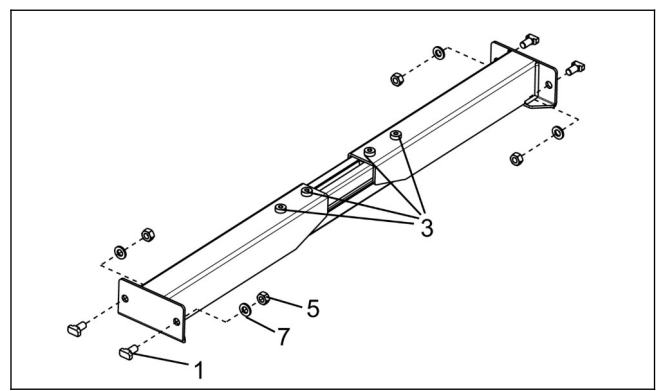

图 22
c.将紧固件“1”、“5”、“7”预装到图示位置，松开紧固件“3”。（见图22）